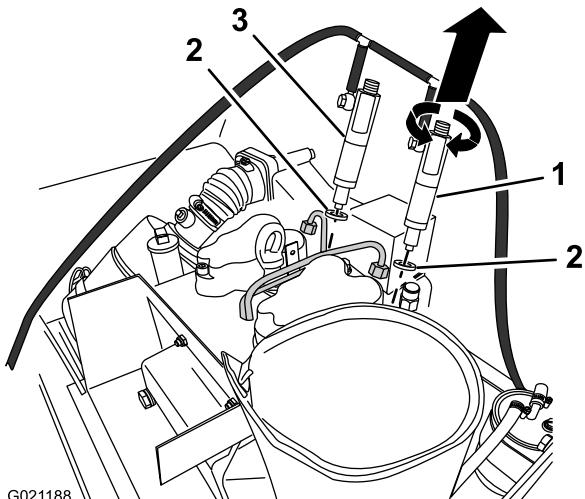

Figura 51
- Gire y tire del **inyector de combustible trasero** para retirarlo de la culata (Figura 51).
- Gire y tire del **inyector de combustible delantero** para retirarlo de la culata (Figura 51).